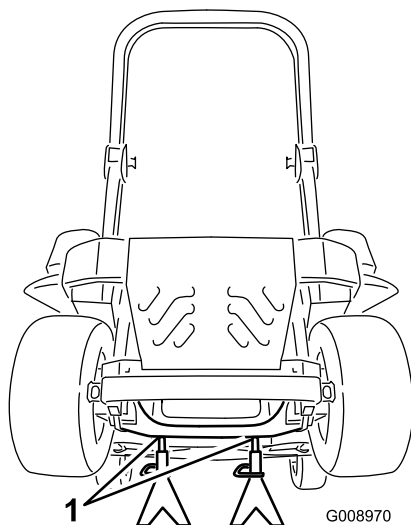

Figure 81
3. Soulevez la machine sur des chandelles (Figure 81).
9. Retirez les chandelles et abaissez la machine (Figure 81).